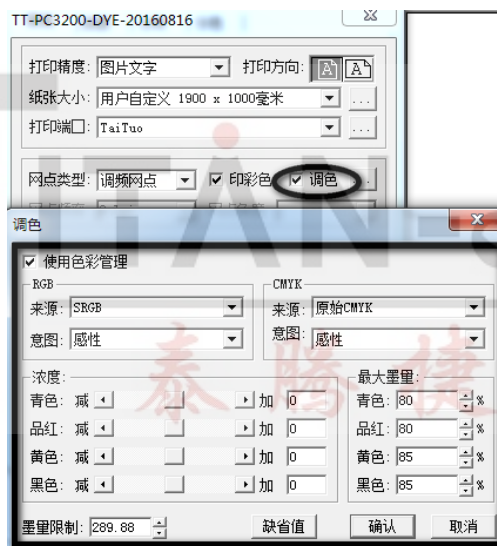

图 3.22 调色设置
4.2、墨量调整：当您打印出来的图片颜色与设计的颜色有些许误差时，可以进行如图 3.22 的操作，在打印对话框中，点击打印机设定按钮进入调色对话框作适当修改。